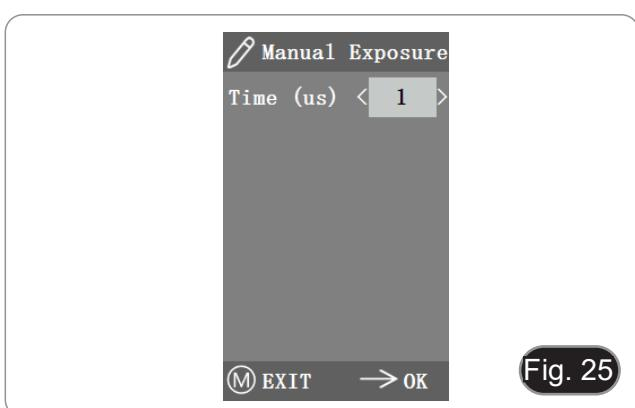

Fig. 25
- Na exposição manual, também se pode ajustar a exposição, ajustando o valor do “tempo de exposição”. (Fig. 25)